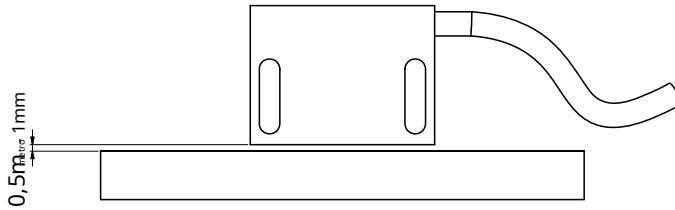
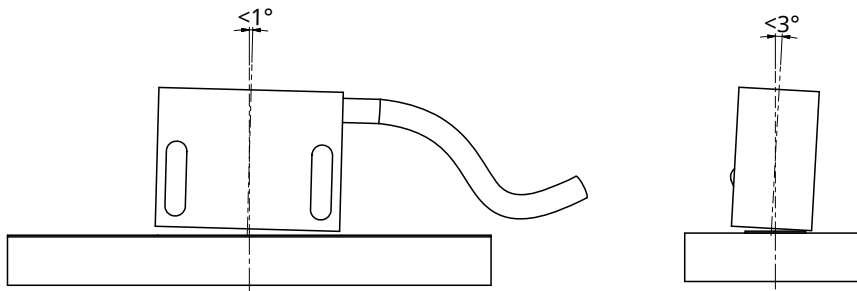

Imagen 4-5: Sensor de distancia/cinta magnética
Imagen 4-6: Desalineación máxima
- El sensor no estaba alineado correctamente--Imagen 4-5: y--Imagen 4-6: